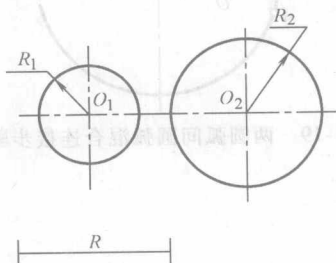

图 1-12 两圆弧间圆弧内接步骤一
1) 已知连接圆弧的半径为  $R$ ，将此圆弧同时内切于圆心分别为  $O_1$ 、 $O_2$ ，半径分别为  $R_1$ 、 $R_2$  的圆，如图 1-12 所示。